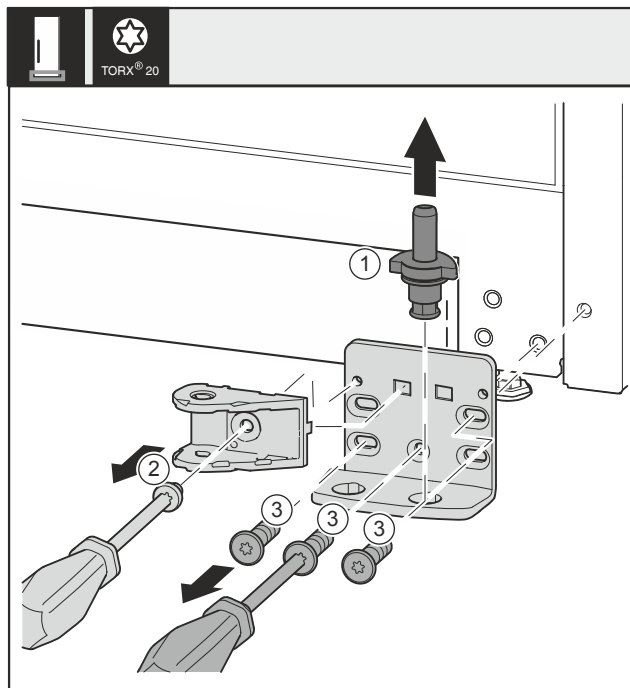

Fig. 33 *
- Retirer entièrement l'axe de palier Fig. 33 (1) par le haut.*
- Desserrer la vis Fig. 33 (2) avec un tournevis et retirer la liaison de l'amortisseur de fermeture.*
- Desserrer les vis Fig. 33 (3) avec un tournevis et retirer le support de palier.*